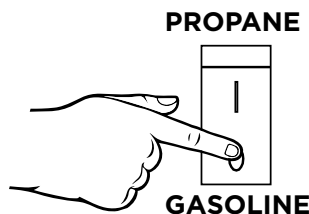

Figure 8 - Sélection du carburant - Essence
5. Assurez-vous que le sélecteur de carburant est sur essence (voir la figure 8 ci-dessous).